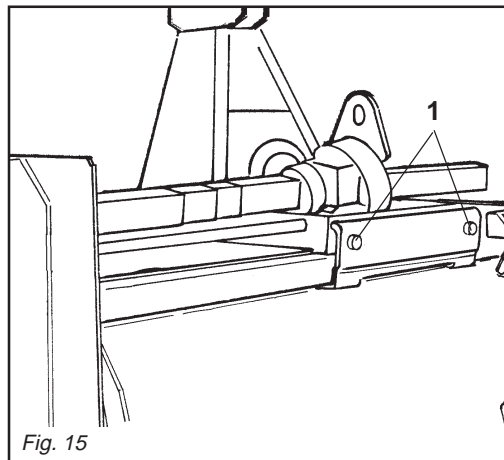

Fig. 15
- 2- Allentare le viti (1 Fig. 15) che fissano la staffa e lasciarle libere.
- 2- *Slacken the screws (1 Fig. 15) that fix the bracket and leave these free.*
- 2- Die Schrauben (1 Abb. 15) welche die Bügel festhalten, losschrauben und sie frei lassen.
- 2- Desserer les vis (1 Fig. 15) de fixation de bride pour les libérer.
- 2- Aflojar los tornillos (1 Fig. 15) que fijan los estribo y dejarlos libres.